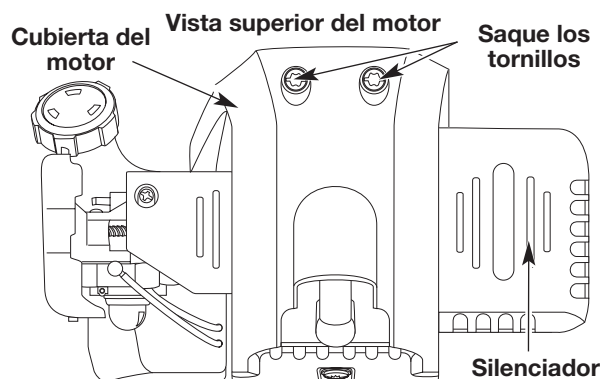

Fig. 51
2. Quite los dos (2) Tornillos de encima de la tapa del motor con un destornillador de pala o Torx #25 (Fig. 51).